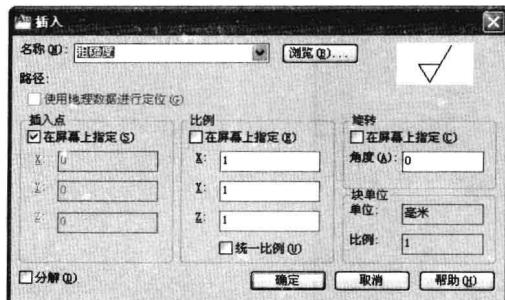

图 6-1-5
- (8) 在“块”面板中单击“插入”按钮 插入 ，或者选择菜单命令“插入/块”。
- (9) 打开“插入”对话框，单击名称右侧的下拉按钮 下拉 ，在下拉列表中选择块名称“粗糙度”，如图6-1-5所示。